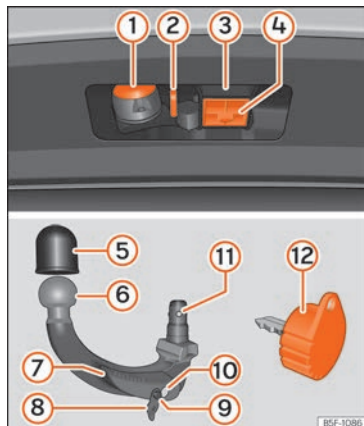

Fig. 251 Supporto del dispositivo di traino / sfera smontabile / chiave
Legenda »» fig. 251
- Estrarre il tappo di alloggiamento del gancio (4) » » fig. 251 verso il basso.